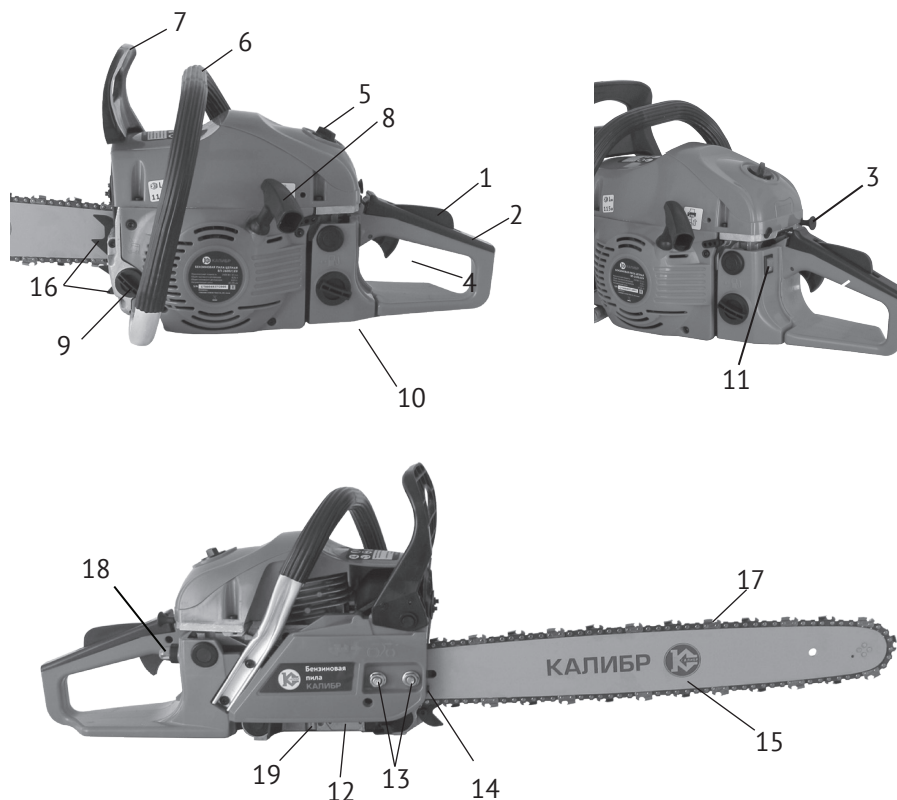

рис.1
Бензопила – инструмент, использующий в качестве привода одноцилиндровый двухтактный бензиновый двигатель внутреннего сгорания. Рабочим органом пилы является пильный аппарат, состоящий из бесконечной (замкнутой) пильной цепи (рис.1 поз.17), движущийся по шине (рис.1 поз.15).
Двигатель работает на топливе из смеси неэтилированного бензина с октановым числом не менее 92 и специального масла для 2-тактных двигателей. Он оснащён диафрагменным карбюратором и электронной системой зажигания. Для запуска двигателя служит ручной стартёр (рис.1 поз.8) и ручной насос (праймер, рис.1 поз.18) для предварительной подкачки топлива в карбюратор.
Ведущая звёздочка приводится в движение автоматической муфтой сцепления. На холостых оборотах зацепление не происходит, и пильная цепь не движется. Увеличиваем обороты двигателя до рабочих нажатием на рычаг управления дросселем (рис.1 поз.4). При этом колодки муфты сцепления расходятся и входят в зацепление с барабаном. Вращение начинает передаваться на приводную звёздочку пильной цепи. После отключения рычага управления дросселем, обороты двигателя снижаются до холостого хода (около 3000 об/мин), цепь автоматически останавливается. Остановка цепи также осуществляется механическим тормозом двойного действия: вручную, нажав левой рукой на щиток тормоза (рис.1 поз.7) от себя, или при срабатывании автоматического инерционного привода (при отскоке, защемлении цепи).
Две рукоятки пилы – передняя (рис.1 поз.6) и задняя (рис.1 поз.2) оснащены устройством виброгашения.
2.4 Общий вид бензопилы представлен на рис.1
2.5.1 Установка зубчатого упора (рис.1 поз.16)
Перед монтажом зубчатого упора убедитесь, что переключатель зажигания (рис.1 поз.11) находится в положении «0» - выключено.
- открутите с помощью комбинированного ключа гайки (рис.1 поз.13) крепления шины и снимите тормоз цепи в сборе;
- установите зубчатый упор (рис.1 поз.16) (зубьями вверх) и зафиксируйте двумя винтами (см.рис.).
- Ослабьте с помощью комбинированного ключа и снимите с пилы гайки (рис.1 поз.13)
- При снятом тормозе цепи, установите шину (рис.1 поз.15) на крепёжные шпильки в крайнее заднее положение.
- Пильную цепь (рис.1 поз.17) наденьте на ведущую звёздочку, расположенную за барабаном сцепления. Уложите верхнюю часть цепи в паз шины, пропустите цепь между зубцами ведомой звёздочки на переднем конце шины. Потяните шину вперёд так, чтобы нижняя часть цепи «села» в паз шины. Проверьте, чтобы направление зуба цепи совпадало с направлением, указанным на корпусе. Убедитесь, что тормоз цепи находится в выключенном положении.
- Удерживая шину с цепью, установите тормоз цепи на крепёжные шпильки, так чтобы сухарь винта натяжителя цепи (рис.1 поз.14) попал в регулировочное отверстие хвостовика шины.
- Затяните гайками (рис.1 поз.13) шину и тормоз цепи вручную.
Внимание! Перед регулировкой натяжения цепи убедитесь, что гайки крепления шины (рис.1 поз.13) немного ослаблены.
Регулировка натяжения цепи производится винтом (рис.1 поз.14) при ослабленных гайках крепления шины:
- открутите пробку масляного бака (рис.1 поз.9);
Расход масла для смазки цепи регулируется винтом (рис.1 поз.19). При повороте винта по часовой стрелке расход масла уменьшается, при повороте против часовой стрелки – увеличивается (символы MAX и MIN на корпусе).
- установите переключатель зажигания (рис.1 поз.11) в положение «I» - включено;
- несколько раз медленно нажмите на колпачок праймера (рис.1 поз.18) для подкачки топлива, пока смесь не заполнит резиновый колпачок кнопки;
- вытяните до упора кнопку воздушной заслонки (рис.1 поз.3) из корпуса бензопилы;
- нажмите последовательно рычаг безопасности (рис.1 поз.1) и рычаг управления дросселем (рис.1 поз.4);
- правой рукой за рукоятку стартера (рис.1 поз.8) сделайте несколько коротких рывков шнура стартера до первых признаков запуска двигателя (схватывание);
- при необходимости, несколько раз медленно нажмите на колпачок праймера (рис.1 поз.18) для подкачки топлива, пока смесь не заполнит резиновый колпачок кнопки;
- вытяните до упора кнопку воздушной заслонки (рис.1 поз.3) из корпуса бензопилы, затем задвиньте полностью обратно (заслонка заняла пусковое положение);
- выкрутить свечу зажигания, которая находится под крышкой (рис.1 поз.5) воздушного фильтра;